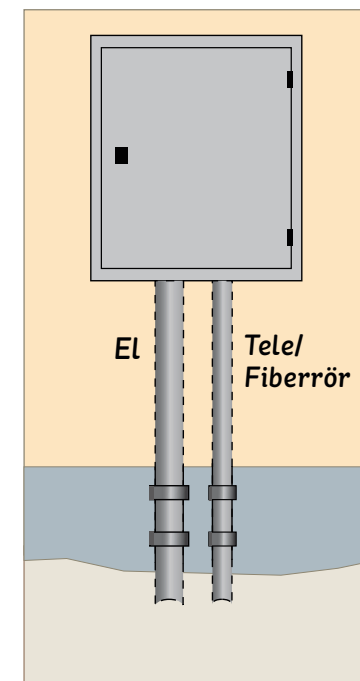

Bild 4
- Bild 4, Visar ett infällt fasadmätarskåp med kabelrör för elserviskabel och teleserviskabel.